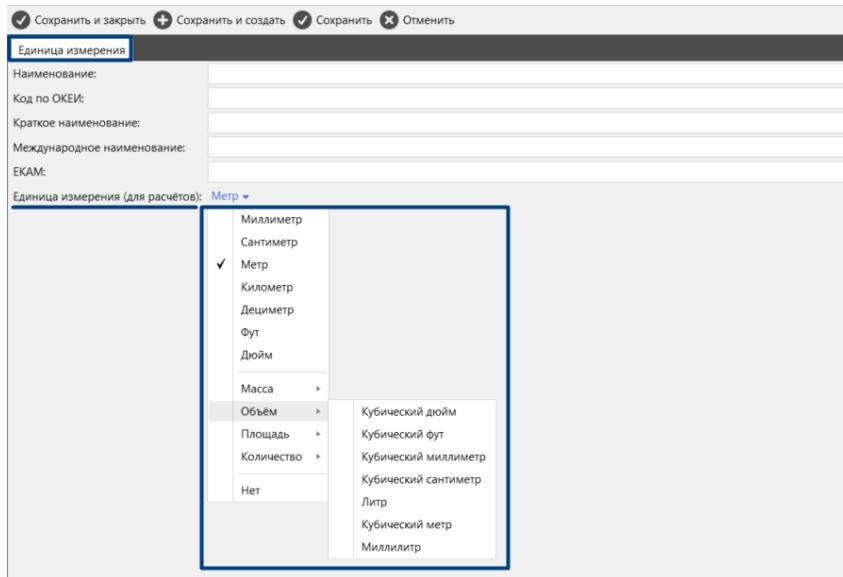

Рис. 22
- откроется окно для создания нового объекта Компонента «Единицы измерения» (*Рис. 22*), в котором нужно будет заполнить предложенные поля:
- после заполнения свойств объекта новой единицы измерения выбрать команду «Сохранить и закрыть» на верхней панели инструментов в левой части рабочей области окна Компонента «Единица измерения» (*Рис. 22*).